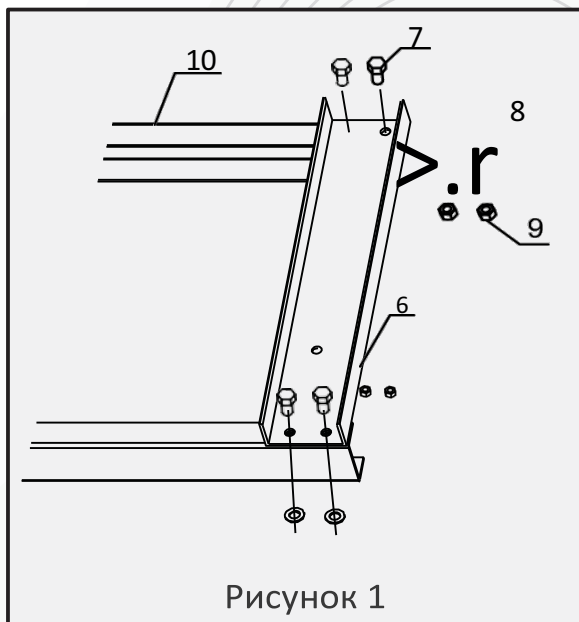

Рисунок 1
2. Положите стойки рамы (10) на устойчивую, плоскую и ровную поверхность. Совместите отверстия на верхней балке (6) с отверстиями в верхней части стоек рамы (10) и закрепите их на месте с помощью болтов (7), шайб (8) и гайками (9). См. рис. 1.
3. Установите стойки рамы (10) в вертикальное положение. Задвиньте каждую опору основания (19) под стойки рамы (10) и поместите нижнюю опору рамы (20) между ними. Выверните отверстия для болтов и вставьте болты (22) через стойки рамы, секции основания и нижнюю опору рамы, затем закрепите их шайбами (23) и гайками (24).
4. Прикрепите боковые опоры основания (18) к стойкам рамы и опоре основания с помощью болтов (15), шайб (16) и гаек (17).
5. Совместите отверстия на верхней балке (6) с отверстиями в верхней части стоек рамы (10) и закрепите их на месте с помощью болтов (7), шайб (8) и гаек (9). Прикрепите пластину основания рамы (11).
2. Положите стойки рамы (10) на устойчивую, плоскую и ровную поверхность. Совместите отверстия на верхней балке (6) с отверстиями в верхней части стоек рамы (10) и закрепите их на месте с помощью болтов (7), шайб (8) и гаек (9). См. рис. 1.
3. Установите стойки рамы (10) в вертикальное положение. Задвиньте каждую опору основания (19) под стойки рамы (10) и поместите нижнюю опору рамы (20) между ними. Выровняйте отверстия для болтов и вставьте болты (22) через стойки рамы, секции основания и нижнюю опору рамы, затем закрепите их шайбами (23) и гайками (24).